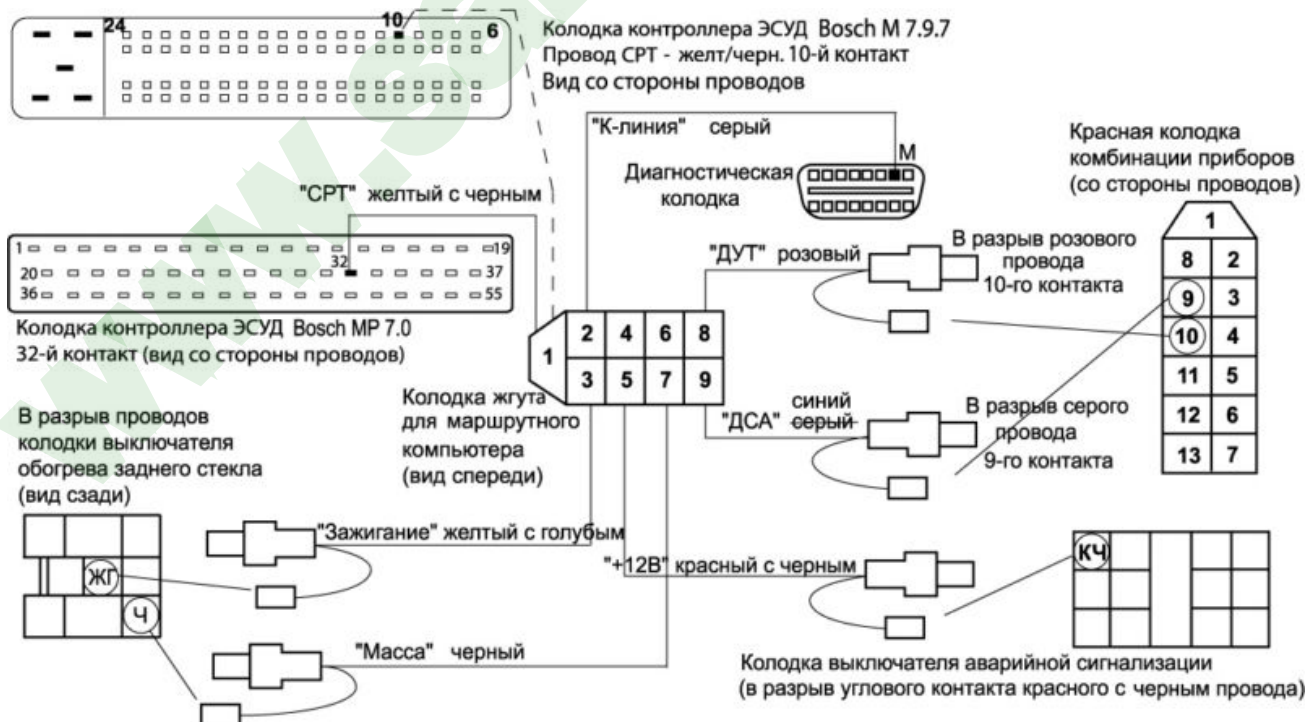

Рис.1 Подключение БК
3. Подключите жгут проводов БК (прилагается в комплекте) в соответствии с рис.1 согласно существующей технической документации на электрооборудование автомобиля:
- отключите колодку контроллера ЭСУД от блока. Вскройте колодку и вставьте клемму желтого с черным провода “СРТ” в свободное гнездо 32 контакта колодки контроллера ЭСУД.*Для контроллера Bosch M7.9.7 подключение провода СРТ производится к 10 контакту колодки (рис.1).*